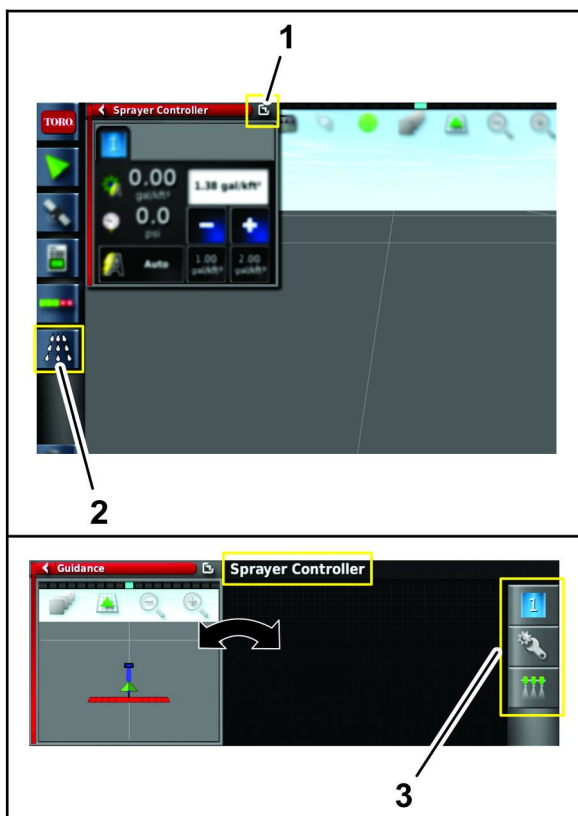

図 177
3. 散布コントローラアイコン 図 177を押す。
5. 散布コントローラサブメニューの中の構成アイコンを押して構成メニューを出す 図 177。
9. ウィンドウ切り替えアイコンを押して散布コントローラのメニューを出す 図 177。